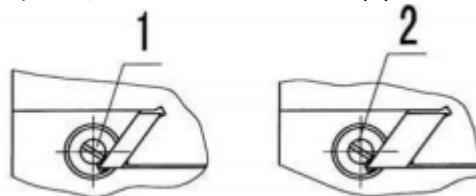

Рис.11
Для поворота стола влево или вправо, необходимо ослабить 2 фиксирующие гайки (1) Рис.11. Выставить необходимый угол по шкале (2) и зафиксировать это положение 2 гайками (1)
Регулировка клиновой планки, Рис.11: